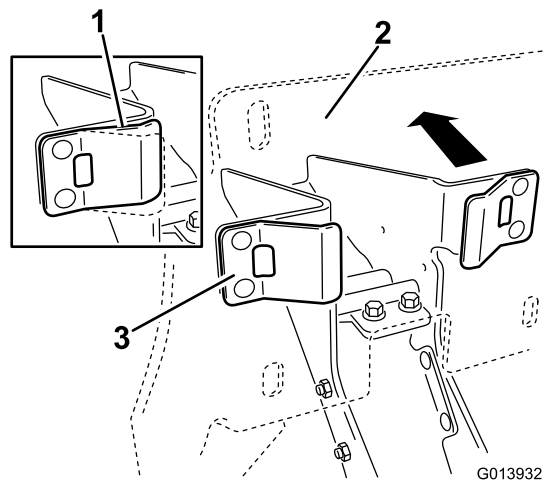

Рисунок 14
4. Убедившись в том, что пластмассовые упоры вошли в контакт с пружинными выступами, приложите достаточное усилие к узлу опорной пластины люльки, чтобы сжать пружинные выступы наполовину их хода (Рисунок 14).